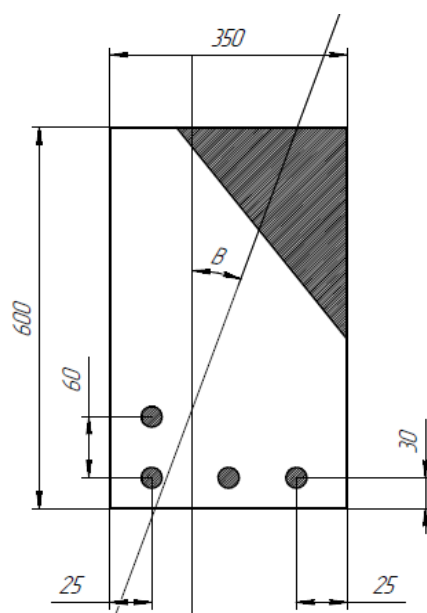

Рис. 1. Железобетонная балка
3. Железобетонная балка (см. рис. 1) с уклоном ( $ctgB = 3,0$ ); нагрузки непродолжительного действия отсутствуют; бетон тяжелый класса В15,  $\gamma_{b2}=0,9$ , арматура класса АIII ( $R_s = 365$  МПа); 4 единицы растянутой диаметром 18 мм; изгибающий момент в вертикальной плоскости  $M = 150$  кН·м.